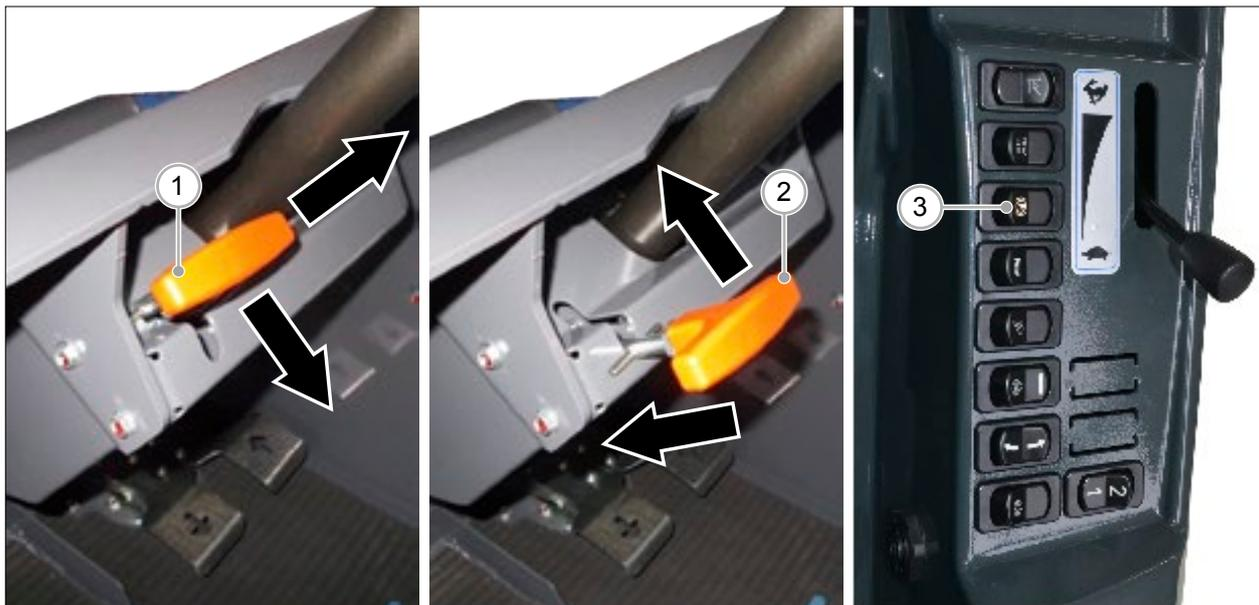

РИС. 33
- Для активации тормоза поднимите рычаг и потяните на себя (РИС. 33 - Сс. 1).
- Для выключения поднимите рычаг на себя и нажмите от себя (РИС. 33 - Сс. 2).
- Нажмите выключатель парковки (РИС. 33 – Сс. 3) загорится индикатор .